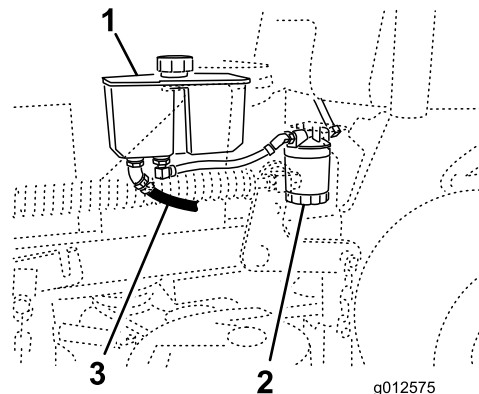

Bild 69
4. Stellen Sie eine Auffangwanne am vorderen Hydraulikschlauch unter den Hydraulikbehälter (Bild 69).